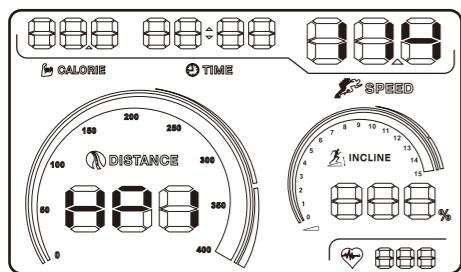

图27
- 接上步，屏幕右上角，显示最大的心跳数值，请按SPEED（速度）的+（增加）/-（减少）键调整您的最大心跳数值，调整后，按Training Prog键确认。（图27所示）。